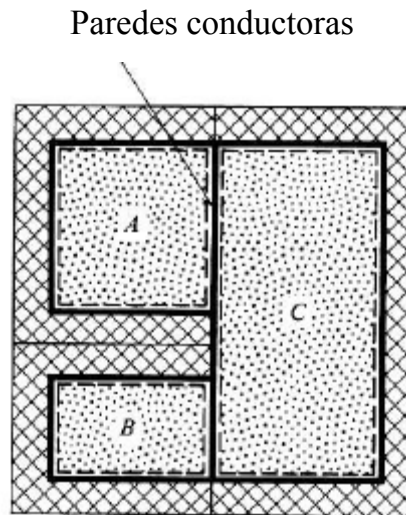

Figura 1.4 Sistemas termodinámicos en equilibrio térmico.
- ➔ Pone en juego tres sistemas, como lo muestra esquemáticamente la Figura 1.4.
1.2.3 La temperatura: *“Esta magnitud, de símbolo T , es la única magnitud común a los tres sistemas A , B y C de la Figura 1.4”.*